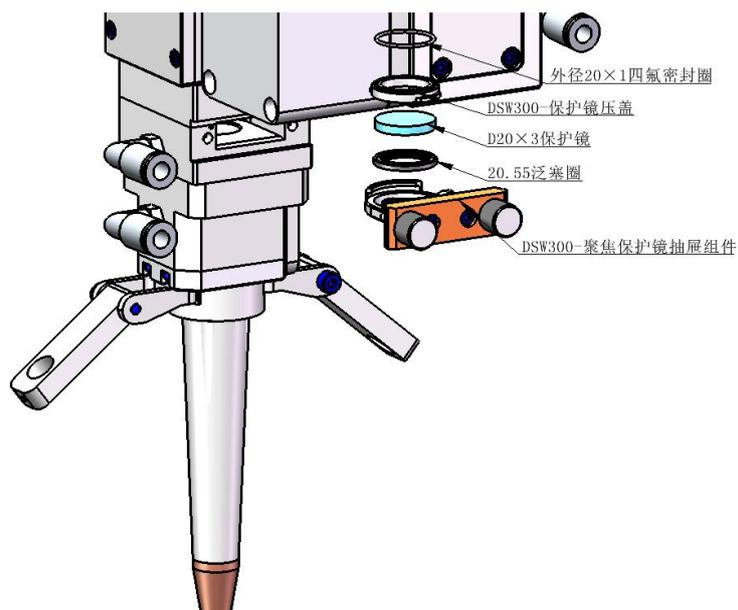

图 13 DSW300 焊接头聚焦保护镜示意图
- (1) 如图13，拧松两颗锁紧螺，捏住抽屉式镜座两边拉出保护镜座；
- (2) 取下保护镜压圈，戴好指套取出镜片；
- (3) 清洁镜片、镜座和密封圈，如弹簧密封圈已损坏需换一个新的；
- (4) 将擦拭干净的新镜片（不分正反面）安装到抽屉式镜座里；
- (5) 装回保护镜压圈；
- (6) 将保护镜座重新插回激光加工头，拧紧锁紧螺钉。